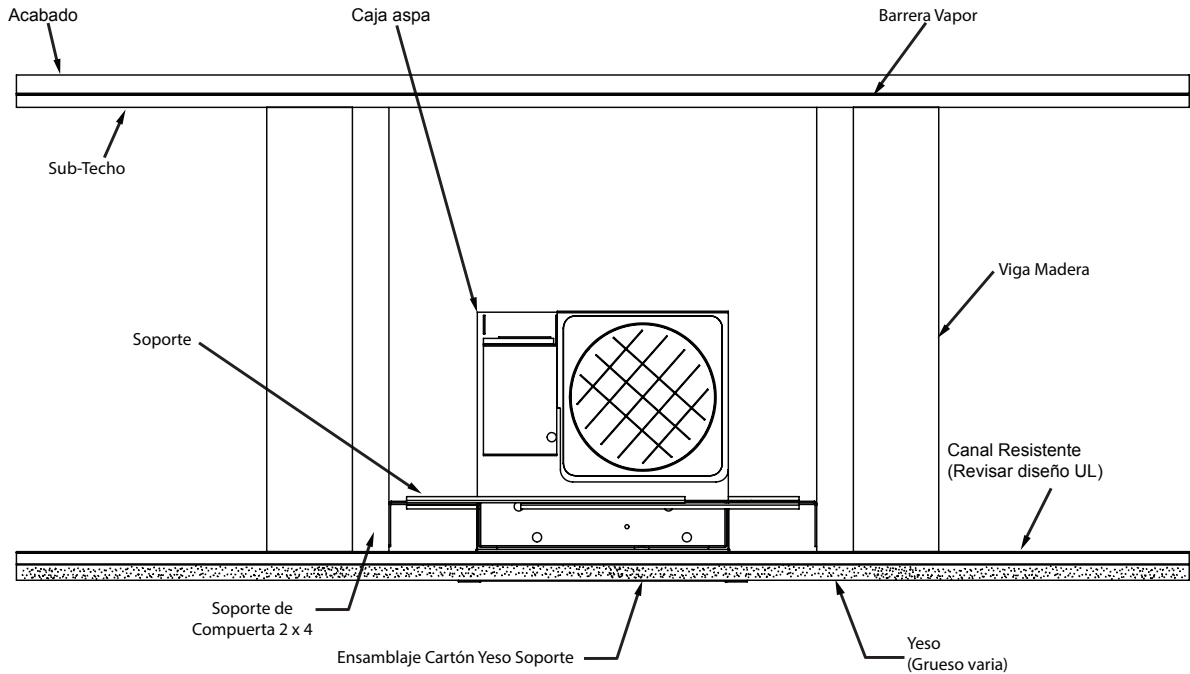
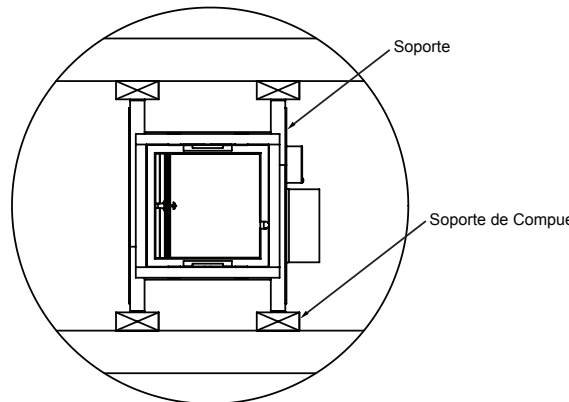

Figura 1
Figura 5
3. Antes de instalar la compuerta/aspa, deben ser instalados los soportes de las compuertas en el ensamblaje del techo (Ver figura 1 y figura 5). Deberán ser instalados 4 soportes de compuerta a partir de cortes a la altura de la viga de 2x4, ubicados alrededor de la ubicación de la compuerta/aspa. Los soportes de la compuerta deberán tener un espaciamiento de 11-9/16"